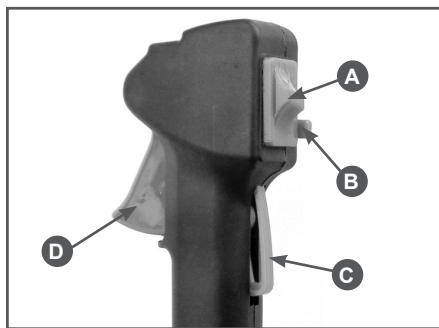

Рис.10 Расположение органов управления на рукоятке
5. Выключатель зажигания (А) установите нижнее положение Рис.10. Удерживая стопорный рычаг курка газа (С) Рис.10 нажмите на курок газа (D). Для облегчения запуска зафиксируйте курок газа стопором (В) Рис.10.